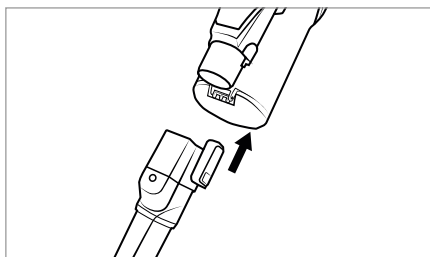

Fig. 14
- ♦ Împingeți accesoriul în țeava de aspirare 23 sau în orificiul de aspirație al aparatului până se aude un clic sonor și se fixează (a se vedea fig. 14). Atenție la poziția de fixare corectă.